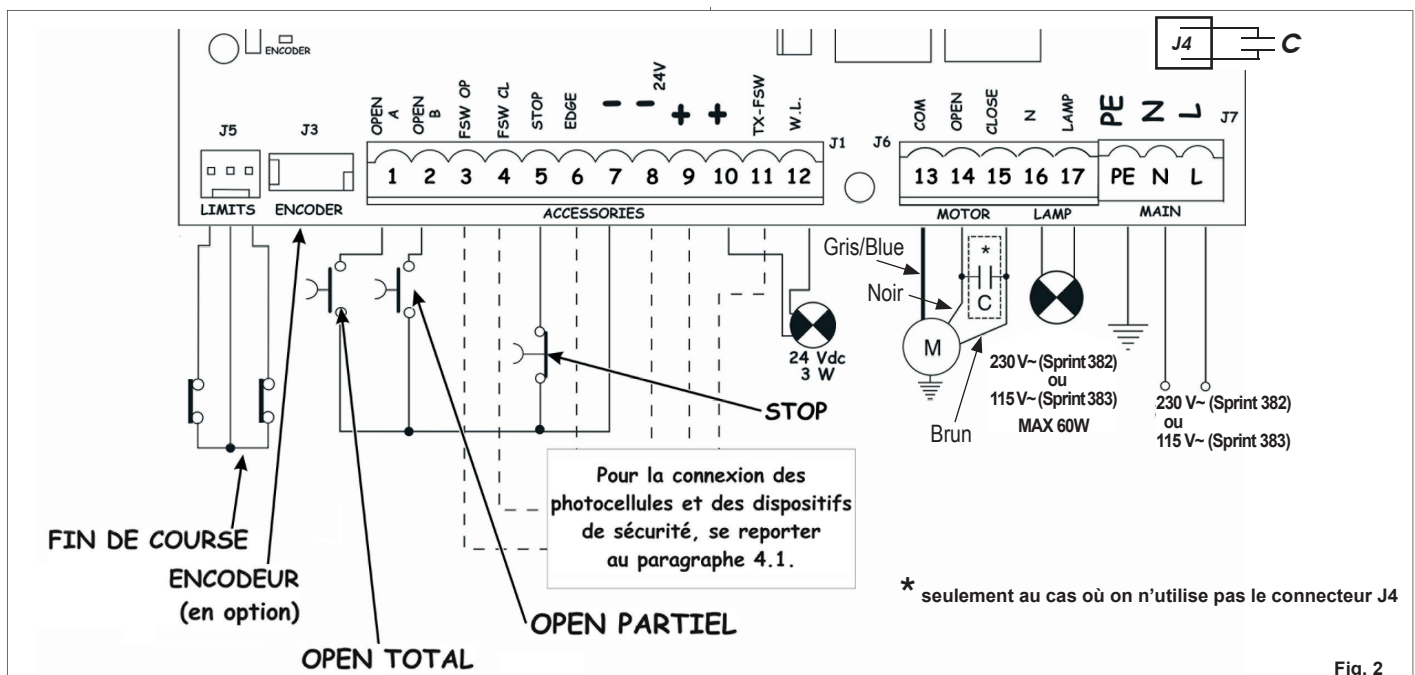

Fig. 2
4.2. Bornier J7 - Alimentation (fig. 2)	page.4
4.3. Bornier J6 - Moteurs et feu clignotant (fig. 2)	page.4
4.4. Bornier J1 - Accessoires (fig. 2)	page.4
4.6. Connecteur J6 - Embrochage rapide du Fin de course (fig. 2)	page.5
4.7. Connecteur J3 - Embrochage rapide de l'Encodeur (fig. 2)	page.5
Connecter la terre à la borne spécifique prévue sur le connecteur J7 de la platine (voir fig.2).
4.2. Bornier J7 - Alimentation (fig. 2)
4.3. Bornier J6 - Moteurs et feu clignotant (fig. 2)
4.4. Bornier J1 - Accessoires (fig. 2)
4.6. Connecteur J6 - Embrochage rapide du Fin de course (fig. 2)
Cette entrée est prédisposée pour la connexion rapide des fins de course d'ouverture et de fermeture qui peuvent provoquer l'arrêt du vantail, le début du ralentissement ou le freinage (voir programmation avancée Chap. 5.2.). Dans les motoréducteurs où on a prévu la centrale incorporée, cette connexion est déjà pré-câblée en série (fig. 2). Pour la direction d'ouverture du vantail, voir programmation avancée Chap. 5.2.
4.7. Connecteur J3 - Embrochage rapide de l'Encodeur (fig. 2)